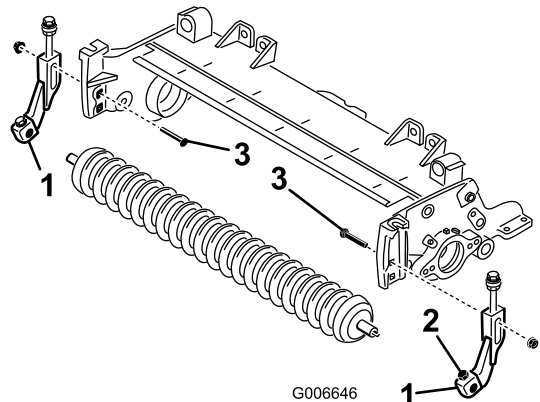

Figura 20
nuevas de 3/8", dispuestos según muestra la Figura 20.
18. Centre el rodillo entre los soportes y sujételo a los soportes con los tornillos de caperuza y las contratuercas (Figura 20).